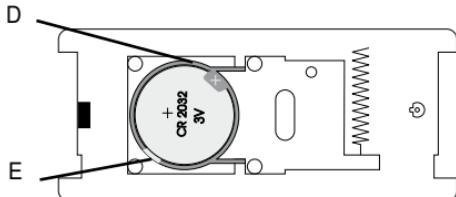

Abbildung 2: Batteriefach Ruftaster
- d) Die Batterie (Knopfzelle CR 2032) kann jetzt in die Plastikhaltung auf der Platine (Abb.2 D) eingelegt werden.
- e) Wollen Sie eine Batterie auswechseln, dann entfernen Sie die vorherige mit einem kleinen flachen Schraubendreher aus ihrer Plastikhaltung durch vorsichtiges Anheben an der Ecke (Abb.2 E). Anschließend können Sie eine neue Batterie einlegen. Bitte achten Sie auf die richtige Polarität der Batterie.